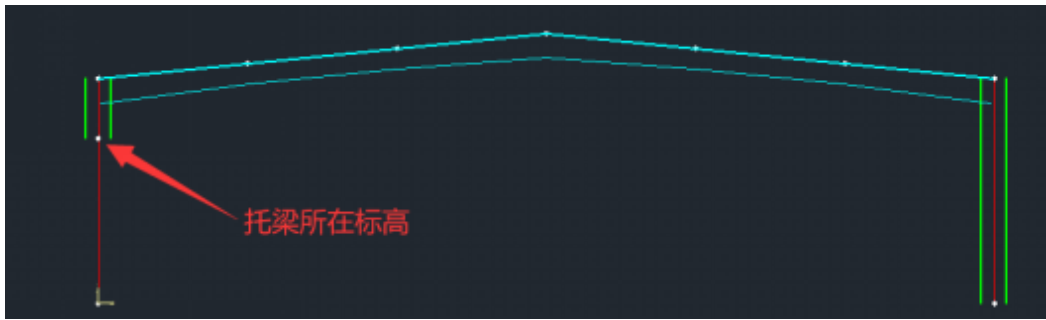

图2 抽柱榫刚架
- 1) 建立第3轴线处的主刚架，建模时抽柱处上柱的底标高需要与托梁在同一高度（图2）；